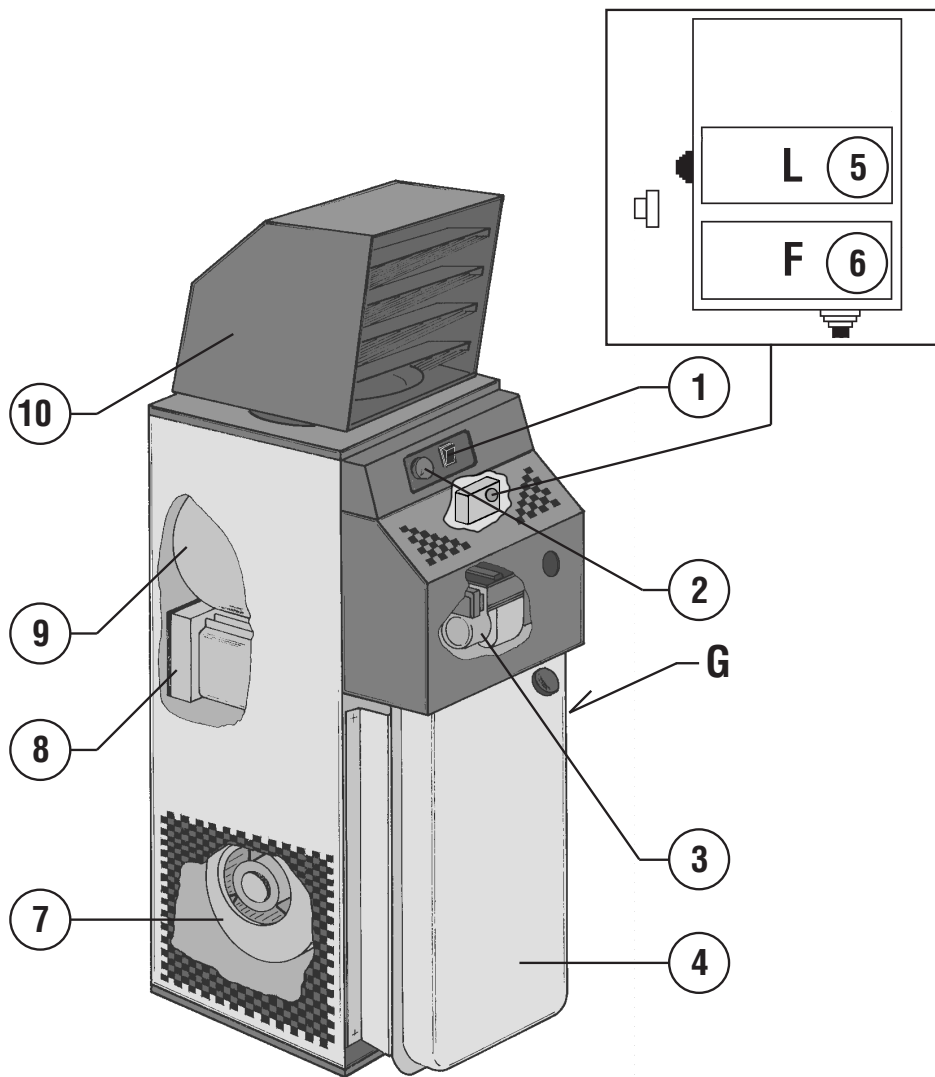

Fig. 1
Il condotto terminale di mandata dell'aria calda (10) è provvisto di alette mobili da ruotare sino a indirizzare il flusso di aria calda nella direzione desiderata (cfr Fig. 1).